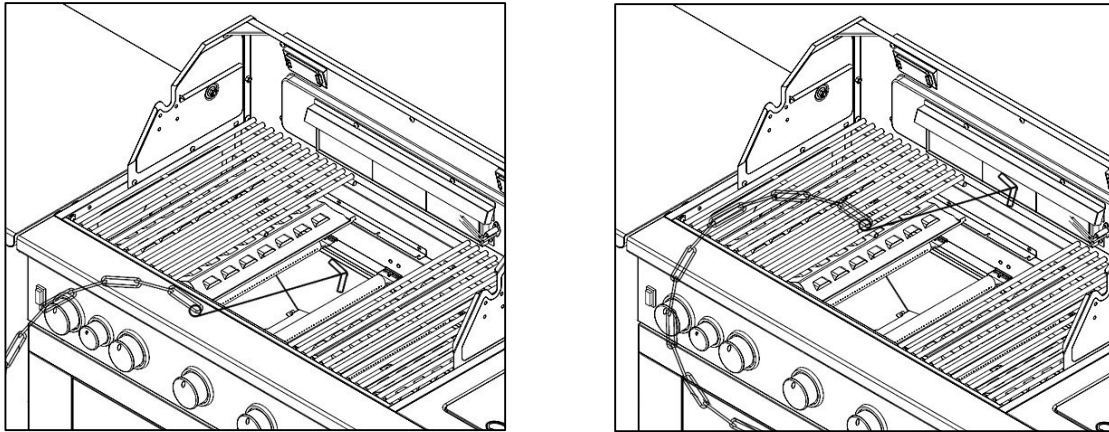

Fig. 37 Ilustración del encendido con fósforo/papel
4. Coloque el fósforo o papel en el sujetador como se muestra en la Fig. 37, encienda el fósforo y acérquelo a los puertos del quemador, presione y gire la perilla hacia la izquierda, hacia la posición "HIGH".